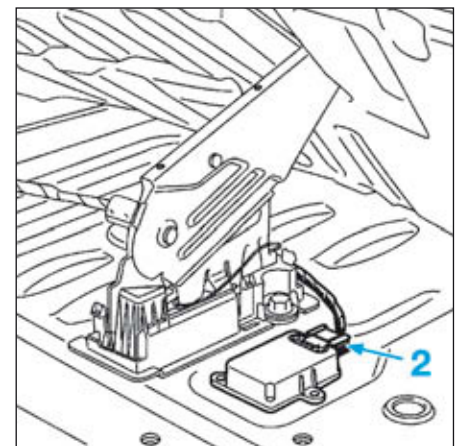

FIG.19
- Débrancher le connecteur électrique (2) (Fig.19).